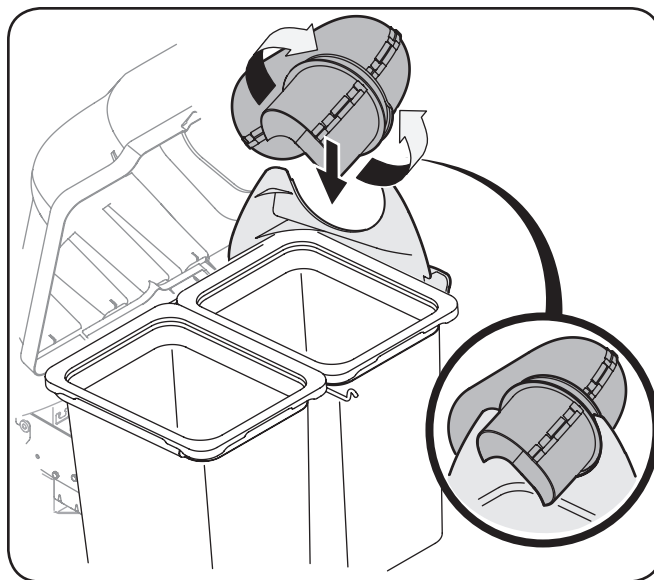

Figure 4-27
4. Continuez à travailler la goulotte d'éjection par-dessus le coude de la goulotte jusqu'à ce que la rainure de la goulotte d'éjection soit alignée avec le support de la goulotte supérieure, comme on le voit dans l'encadré de la Figure 4-27.